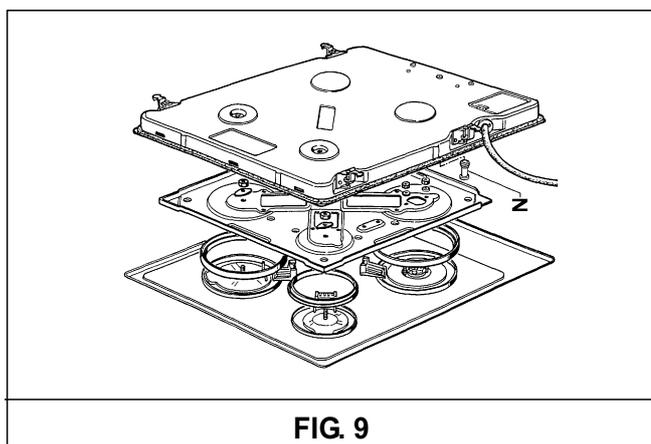

FIG. 9
**a)** enlevez la table du meuble, renversez-la, dévissez les vis "Z" et retirez le caisson (voir fig. 9).
Pour remplacer les composants installés à l'intérieur de la table, enlevez cette dernière du meuble, renversez-la, dévissez les vis "Z" et retirez le caisson (voir fig. 9).